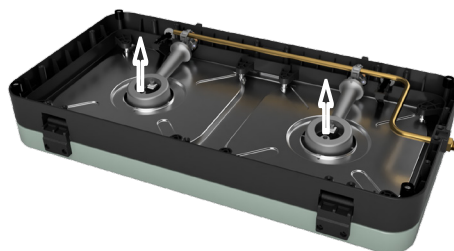

Abb. 5
- **So tauschen Sie die Düse aus:** Entfernen Sie alle Kochflächen, schließen Sie den Deckel und drehen Sie das Gerät um. Schrauben Sie die Bodenplatte vorsichtig ab, indem Sie die Schrauben entfernen (Abb. 4) (nur für 203P1-Modelle). Lösen Sie die Schraube für den/die betroffenen Brenner (Abb. 5), lösen Sie den Brenner vorsichtig und lassen Sie ihn wie abgebildet fallen, um die Düse freizulegen. Beachten Sie, dass der Brenner mit dem Piezokabel verbunden ist, überprüfen Sie nach dem Austausch der Düse und dem Zusammenbau, ob dieses Kabel noch angeschlossen ist. Die Düse ist jetzt auf dem Ventil zu sehen, entfernen Sie die Düse mit einem geeigneten Schraubenschlüssel (Abb. 6). Verwenden Sie keine Zange an der Düse, da dies die Düse beschädigen und unbrauchbar oder unbrauchbar machen kann, sie zu entfernen. Schrauben Sie die neue Düse in das Ventil. Nicht zu fest anziehen, da dies die Düse beschädigen kann.